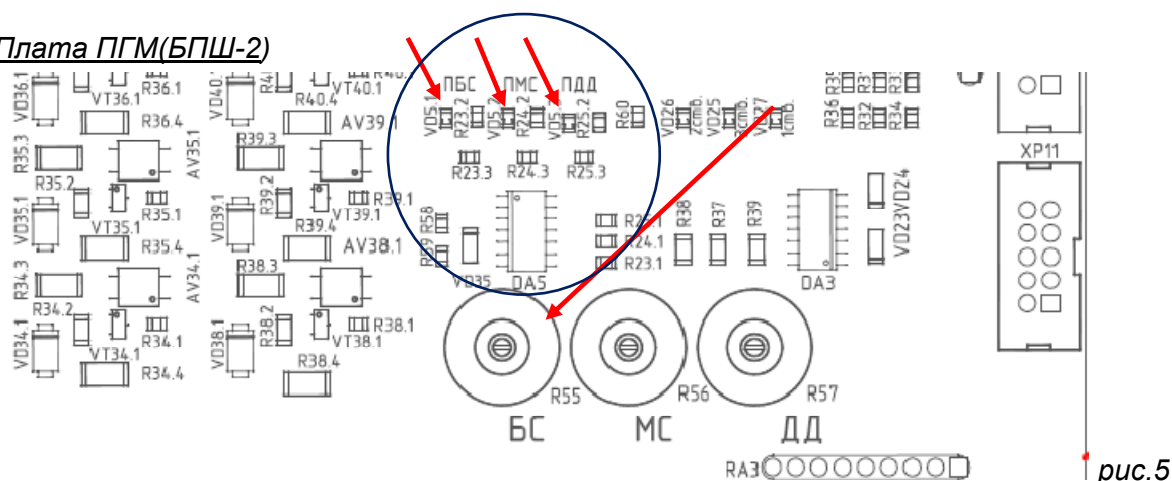

рис.5
Настройку порога чувствительности для контроля перегрузки по току на большой скорости следует выполнить согласно методике с помощью потенциометра R55, схема ХК327.33.10 ЭЗ, лист 2 ) см. рис.5
3. Проверить схему контроля перегрузки по току (ХК327.33.10 ЭЗ, лист 2) см. рис. 5